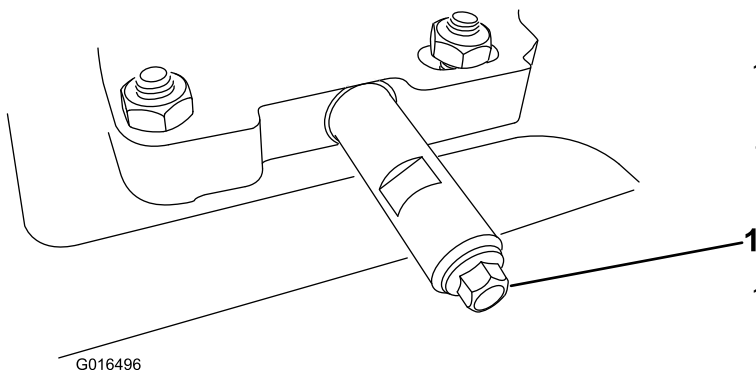

Bild 32
2. Reinigen Sie den Bereich um die Ölablassschraube (Bild 32).